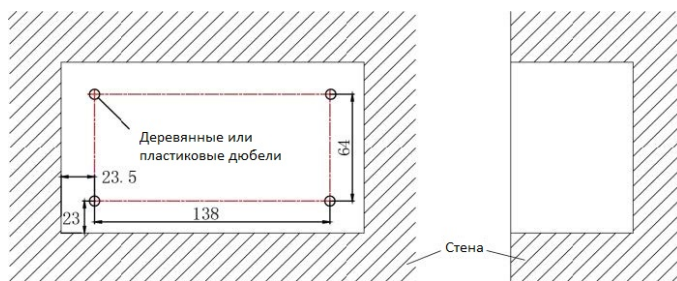

Рис.1.8 Схема монтажа дюбелями
- 1) В случае, если ПЦУ устанавливается на стене, просверлите отверстие размером 180 мм × 107 мм × 62 мм и вставьте 4 деревянные или пластиковые дюбеля согласно рис.1.8.